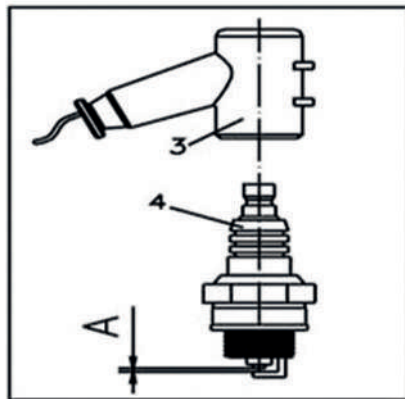

Рис. 7
9.8 Техническое обслуживание свечи зажигания (рис. 7):